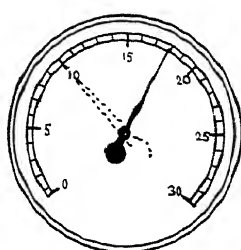

Fig. 17.—LEAKY GASKET
7. Leaky Cylinder-head Gasket (Fig. 17)